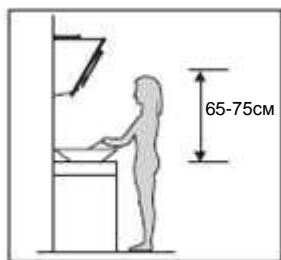

Рис. 2.
- После определения нужной высоты расположения вытяжки, отмерьте местоположение отверстий для крепления прибора и кронштейна внутреннего короба. Просверлите 4 отверстия $\varnothing 8$: 2 для крепления кронштейна внутреннего короба и 2 отверстия для крепления корпуса. Следите, чтобы прибор был выровнен в горизонтальной плоскости. Место крепления кронштейна внутреннего короба — самая высокая точка вытяжки. Для того чтобы подвесить вытяжку, винты должны выступать из стены на 2-3 мм. См. рис. 2.